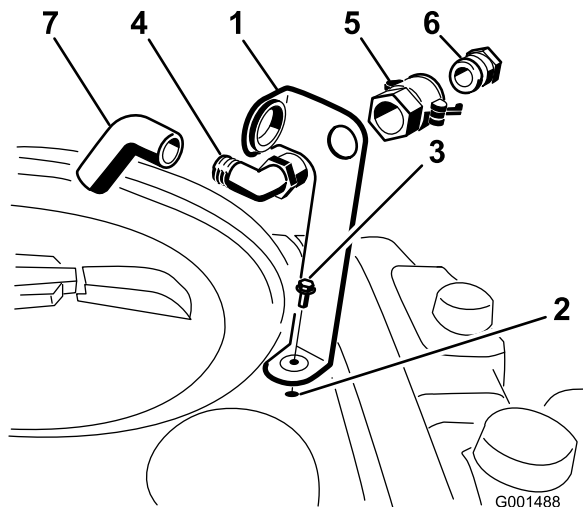

Figura 3
una tuerca con arandela prensada (5/16" x 3/4"), según se muestra en Figura 3.
acoplamiento rápido, fijándolo al soporte (Figura 3).
3. Instale el adaptador de manguera en el acoplamiento rápido (Figura 3).
4. Bloquee el adaptador en su sitio moviendo las palancas hacia el adaptador y luego fíjelas con los pasadores de horquilla (Figura 3).
5. Instale la manguera antisifónica a través de la abertura grande del soporte y en el extremo dentado del codo de 90° (Figura 3).